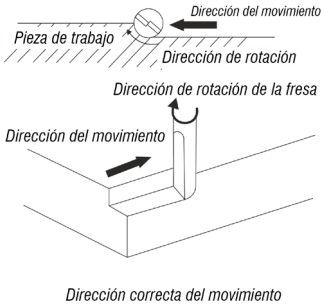

Fig. 4 – Fresado cantos y bordes
3. Mueva la fresadora tupi en el sentido indicado en la Fig. 4, manteniendo la fresadora tupi nivelada y con avance suave y constante para un mejor acabado.